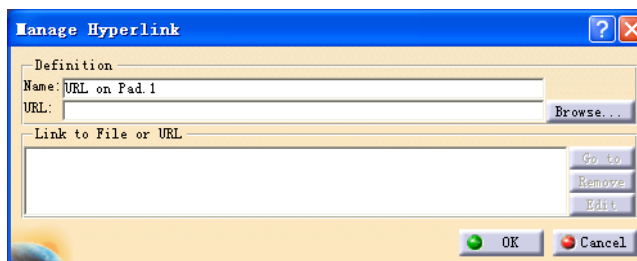

图 11-5
□ 生成连接网页或其他操作的命令，选择 **Hyperlink**  后，用鼠标点击模型时，出现对话框，输入文件名，**Browse** 中选择路径，选择后点击 **Go to** 键（见图 11-5）。